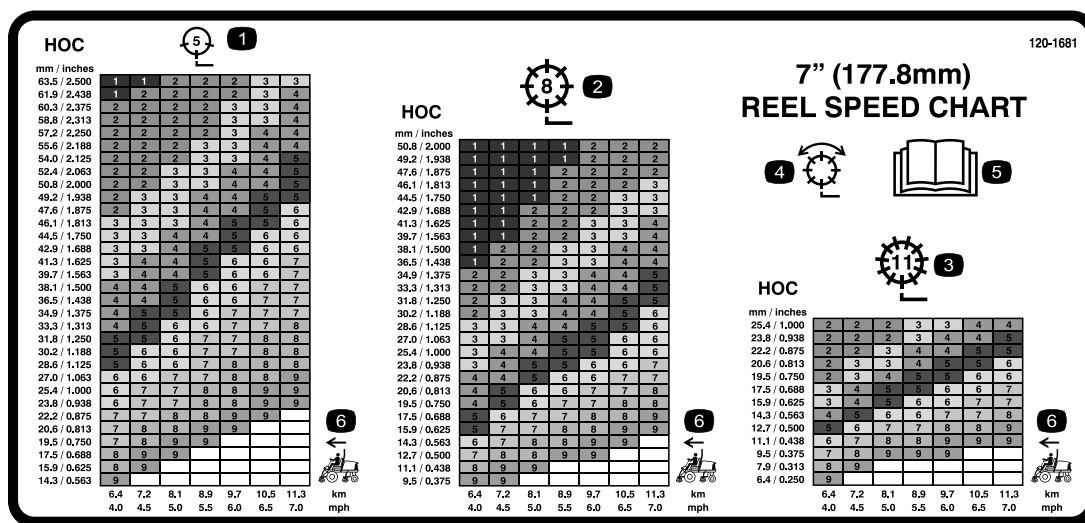

Figura 37
- Utilizando o gráfico adequado no autocolante (Figura 37) determine a configuração adequada de velocidade do cilindro.